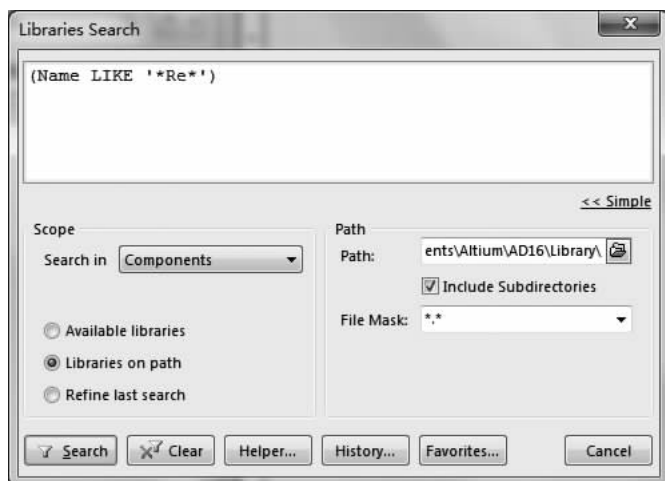

图 2-26 “Libraries Search”对话框高级模式
(5)单击“Filters”选项区域中的“Advanced”链接,对话框可以转换为图 2-26 所示的高级模式。在上面的方框内直接输入要查找的元件即可。